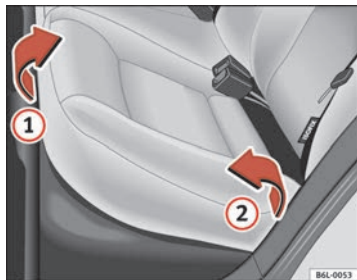
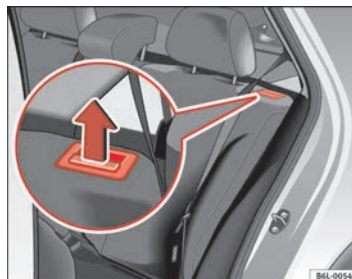

Fig. 70 Sollevare l'elemento orizzontale del sedile posteriore
Fig. 71 Tasto di sbloccaggio dello schienale del sedile posteriore
- Tirare il bordo anteriore dell'elemento orizzontale del sedile ⇒ fig. 70 ① verso l'alto in direzione della freccia.
- Sollevare l'elemento orizzontale ② in avanti in direzione della freccia.
- Tirare il tasto di sbloccaggio ⇒ fig. 71 nella direzione indicata dalla freccia e ribaltare lo schienale in avanti.